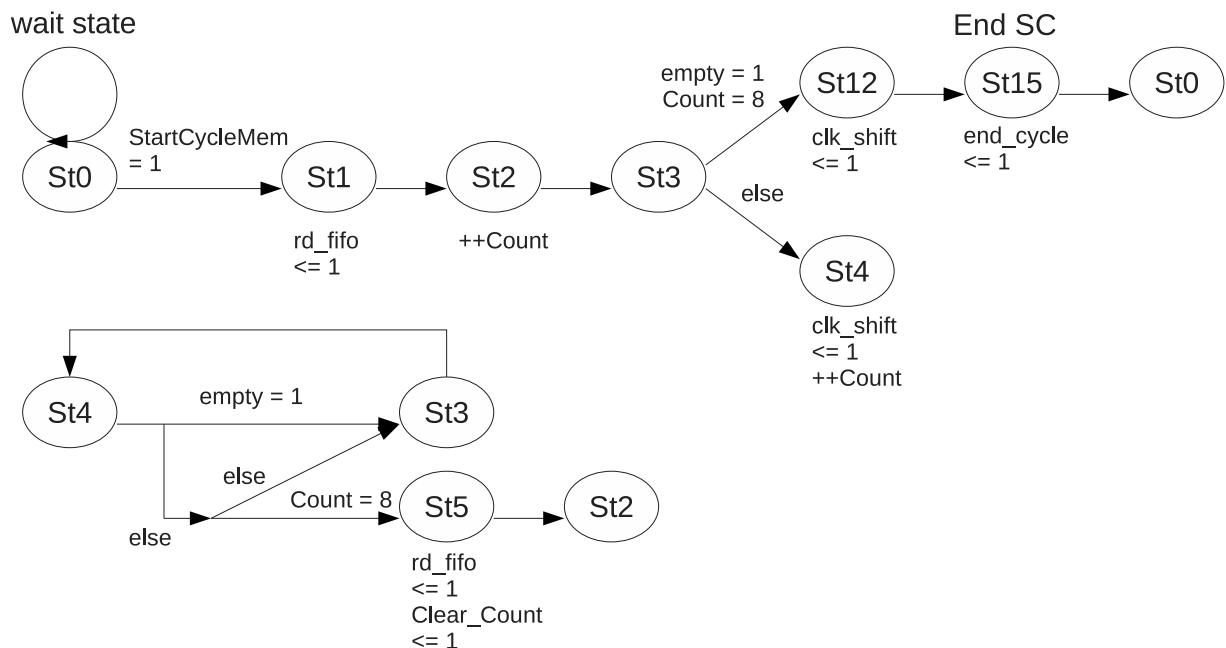

図 4.2: SlowControl のシーケンサステート図
本モジュールには 8bit 長の DFF が 2 つと、8bit 長の FIFO が 1 つ実装されており、それ、word0,1,3 の出力及び SlowControl 用のレジスタのバッファに使用されている。word0,1,3 の更新はアドレスを指定し DFF の内容を書き換えることによって行われる。SlowControl のサイクルは、まずユーザーが FIFO へ必要なレジスタ情報を全て記録する。この時のアドレスによって現在 FIFO へ書き込んでいるレジスタが SlowControl 用なのか ReadSlowControl 用なのかを記録するようになっている。この記録はシーケンサの EndCycle が発行されるとクリアされる。FIFO への書き込みが終了すると word1(1) を 1 にしてシーケンサを st0 から st1 へ遷移させて EASIROC への転送を開始する。シーケンサステートを図 4.2 に示す。FIFO の bit 長が 8 であるため 8 回毎に FIFO からデータをロードして deserialize してクロックに同期させて EASIROC へ送信する。この方式は SlowControl と ReadSlowControl 共に共通である。FIFO が empty になると EndCycle を発行しサイクルを終了する。その後 LoadSC にビットを立てて (word1(0) に 1) EASIROC へ送信したレジスタを反映させる。